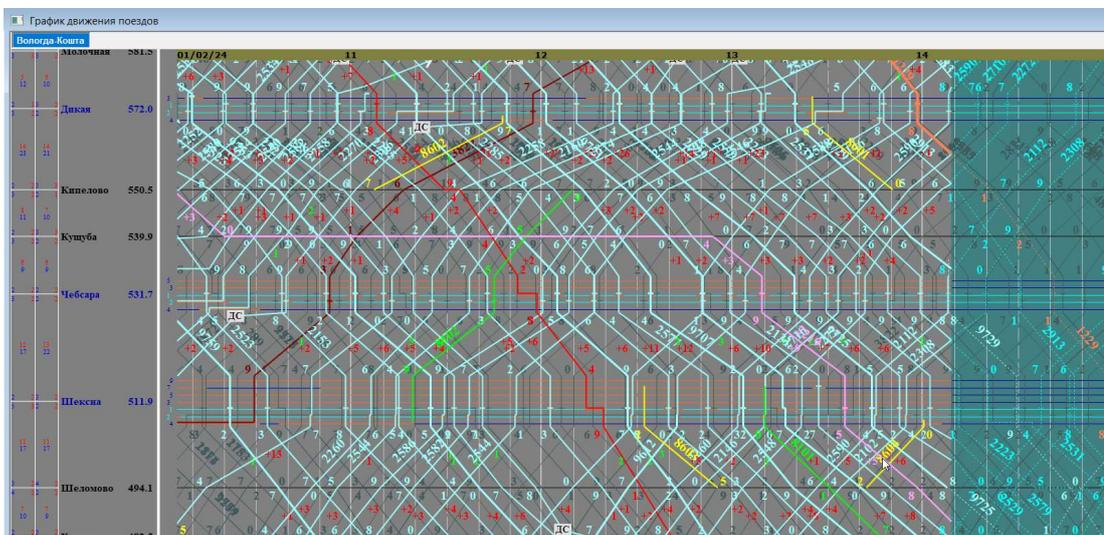

Рис.44. Режим отображения ГИД – ГИД на нормативном графике
- в) график исполненного движения на нормативном графике (см. рис. 44)